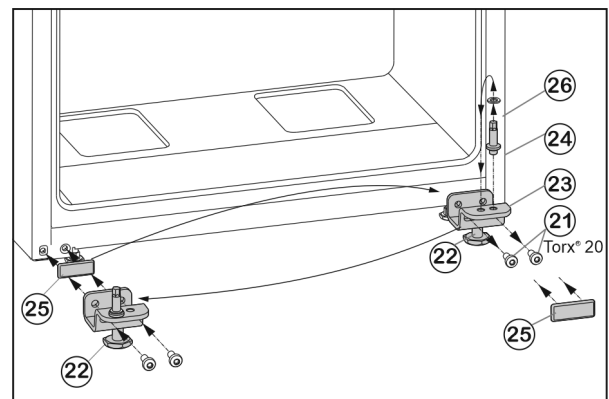

Fig. 7
- ▶ Deșurubați șuruburile de fixare Fig. 7 (21).
- ▶ Scoateți suportul lagărului inferior Fig. 7 (23) complet cu bolțul suportului Fig. 7 (24), șaiba Fig. 7 (26) și piciorul reglabil Fig. 7 (22).
- ▶ Deșurubați bolțul suportului Fig. 7 (24) complet cu șaiba Fig. 7 (26), montați-o invers în orificiul de preluare a suportului lagărului și strângeți din nou ferm.
- ▶ Scoateți cu precauție placa de mascare Fig. 7 (25) și instalați-o pe partea opusă.
- ▶ Înșurubați din nou ferm suportul lagărului inferior Fig. 7 (23) complet cu bolțul suportului Fig. 7 (24), șaiba Fig. 7 (26) și piciorul reglabil Fig. 7 (22) pe noua parte a șarnierei, după caz cu ajutorul unei mașini de înșurubat (cu 4 Nm).
- ▶ Așezați ușa inferioară de sus pe bolțul lagărului Fig. 7 (24).
- ▶ Deșurubați piciorul reglabil Fig. 7 (22) de la suportul lagărului inferior Fig. 7 (23), până când acesta se așează pe sol.